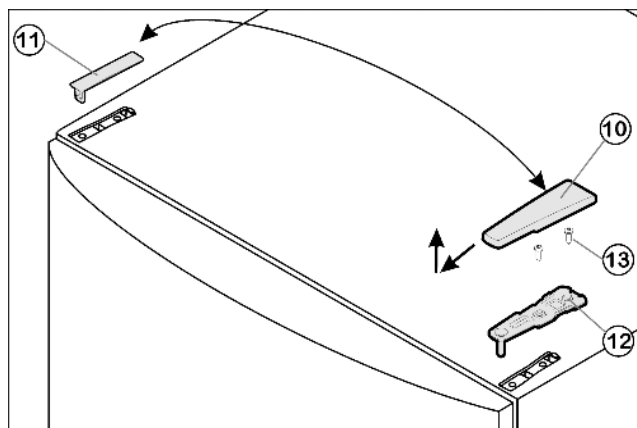

Fig. 4
- Крышку Fig. 4 (10) снимите движением вперед и вверх.
- Снимите крышку Fig. 4 (11).
- Открутите верхний опорный кронштейн Fig. 4 (12)(2 шт. Torx 25) Fig. 4 (13) и вытяните вверх.
- ▶ Установите верхний опорный кронштейн *Fig. 4 (12)* на новой стороне шарнира и защелкните в дверце.
- ▶ Прикрутите верхний опорный кронштейн *Fig. 4 (12)* (с моментом 4 Нм) (2 шт. Torx 25) *Fig. 4 (13)*. При необходимости проделайте отверстия или используйте аккумуляторную отвертку.
- ▶ Защёлкните крышку *Fig. 4 (10)* и крышку *Fig. 4 (11)* на противоположной стороне.